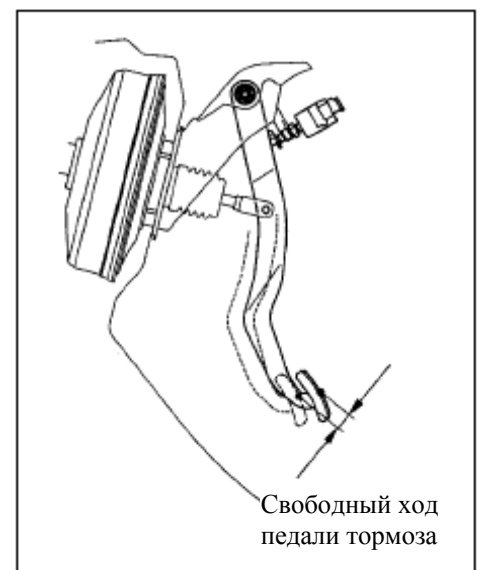

Рис. 249
(2) Нажмите на педаль, пока не появится сопротивление, и измерьте расстояние, как указано на рисунке.(рис. 249)